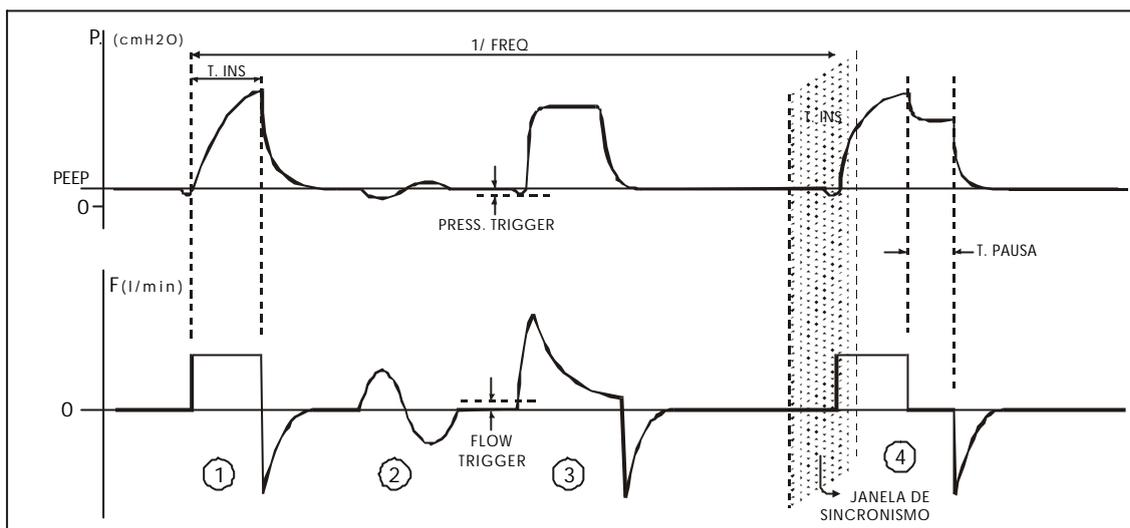

Figura 10.3: Modalidade SIMV/V: exemplos de curvas: *pressão x tempo* e *fluxo x tempo*.
A Figura 10.3 apresenta curvas de pressão e de fluxo em função do tempo, para ajudar no entendimento da modalidade SIMV/V. Os ciclos mandatórios (1) operam de forma similar à modalidade VCV. Os ciclos espontâneos podem ter o recurso de suporte pressórico desativado (2) ou ativado (3). O início de cada respiração pode ser comandado pelo Ventilador ou pelo paciente, sendo que neste último caso o paciente somente pode disparar o ciclo durante o tempo de “janela de sincronismo”. Pode ser utilizada uma pausa inspiratória (platô) nos ciclos mandatórios (4).